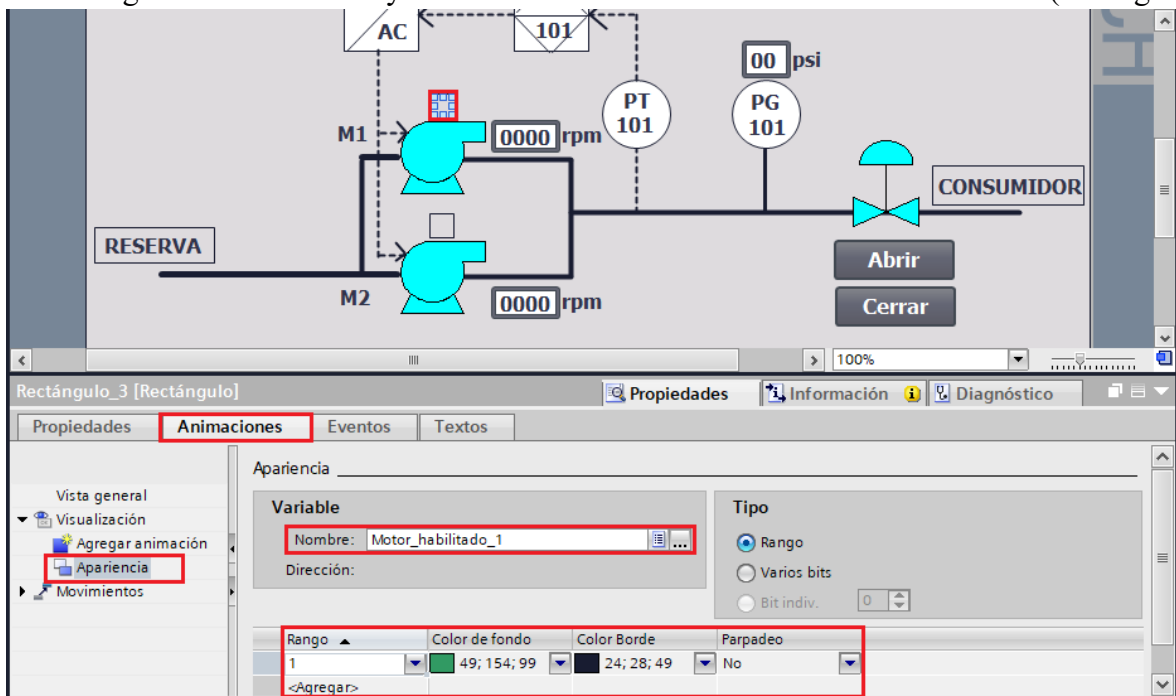

Figura 54. Configuración de rectángulo “Motor habilitado 1”.
- En “Rango” seleccionar “**1**” y en “Color de fondo” seleccionar el color “Verde” (ver Figura 54).